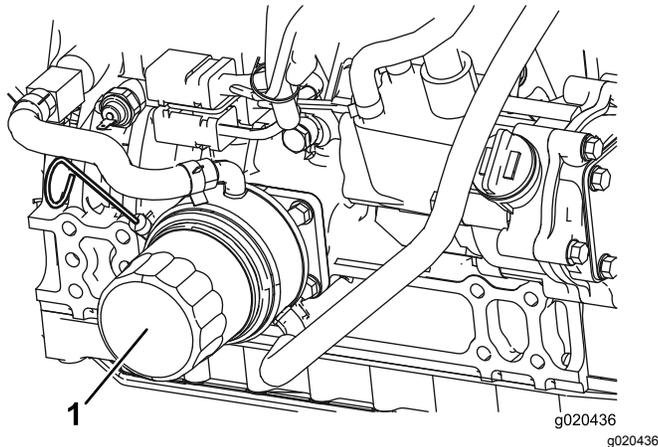

Figure 49
2. Déposez le filtre à huile (Figure 49).